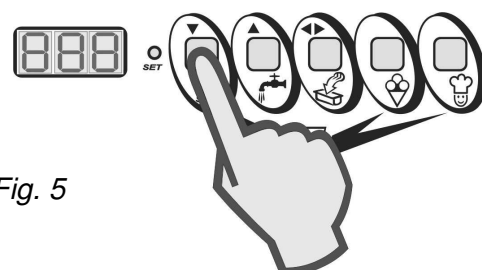

Fig. 5
8. Para salir de la programación y guardar las modificaciones presione la tecla “STOP” (Fig. 5).